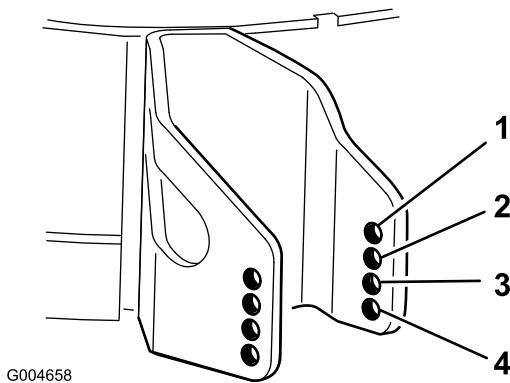

Figure 25
- Choisissez le trou qui convient pour que le galet anti-scalp se trouve le plus près possible de la hauteur de coupe correspondante voulue (Figure 25).